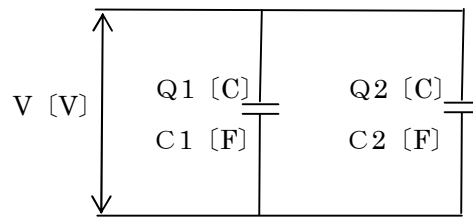

図25-3-2
4 コンデンサの並列接続（下図25-3-2参照）
① コンデンサ  $C_1$ 、 $C_2$  の並列接続したときの合成静電容量  $C_0$  は（下図25-3-2参照）
② 図25-3-2において、全電荷  $Q$  と各コンデンサ  $C_1$ 、 $C_2$  の電荷  $Q_1$ 、 $Q_2$  の関係は